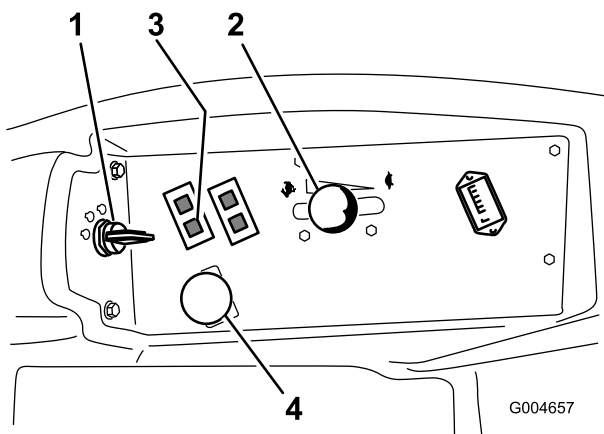

Bild 17
4. Schieben Sie den Zapfwellenantriebsschalter auf „Aus“ (Bild 17).
- Bewegen Sie den Gasbedienungshebel in die Mittelstellung zwischen Langsam und Schnell (Bild 17).